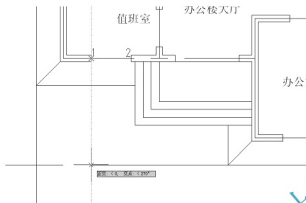

图 3.38 在辅助线上确定第二条尺寸界线的起点
② 在指定第二条尺寸界线原点：提示下，如图 3.38 所示，捕捉 B 轴线和窗洞口左侧的交点(即 1 处)，但不单击，将光标向下慢慢拖动至拉长的散水线上，出现交点捕捉后单击，将该点作为线性标注的第二条尺寸界线的起点。